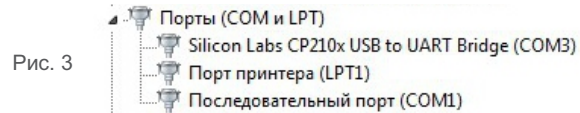
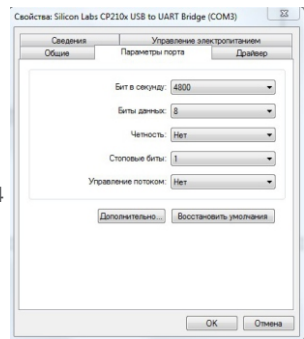

Рис. 3
Рис. 4
4. Определить COM порт, к которому подключился прибор (Рис. 3) и двойным кликом перейти в настройки COM порта (Рис. 4).
7. Нажмите кнопку «Test Baud Rate» чтобы сконфигурировать параметры: номер COM порта и скорость передачи данных. Данные параметры должны соответствовать параметрам COM порта в диспетчере устройств (Рис. 4).